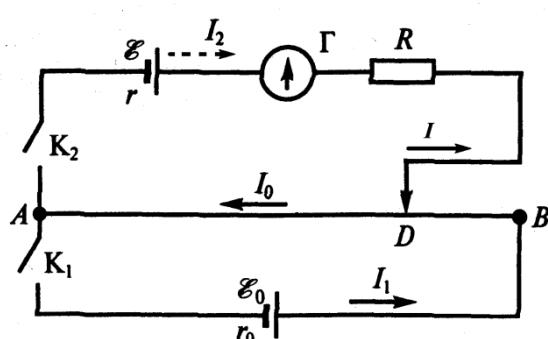

Рис. 6.1.
Схема установки для измерения ЭДС методом компенсации приведена на рис. 6.1.
Нарисуйте схему измерительной установки (рис. 6.1).
После получения допуска к работе *соберите* установку в соответствии со схемой рис. 6.1, включив вместо исследуемого источника нормальный элемент Вестона. При этом нормальный элемент и выпрямитель должны подключаться через соответствующие ключи к общему выводу реохорда одноименными (!) полюсами. *Обратите* внимание на то, что первым должен замыкаться ключ, который подключается к выпрямителю. В качестве ограничивающего сопротивления R используйте сопротивление типа «ДВТ», которое включается в цепь крайними выводами. *Обратите* внимание на то, что для перемещения движка реохорда предусмотрена вращающаяся ручка в его правой части.
17. Можно ли скомпенсировать ЭДС \mathcal{E} , если $|\mathcal{E}_0| < |\mathcal{E}|$ (рис. 6.1)?
24. Примените правила Кирхгофа для объяснения «работы» установки на рис. 6.1.